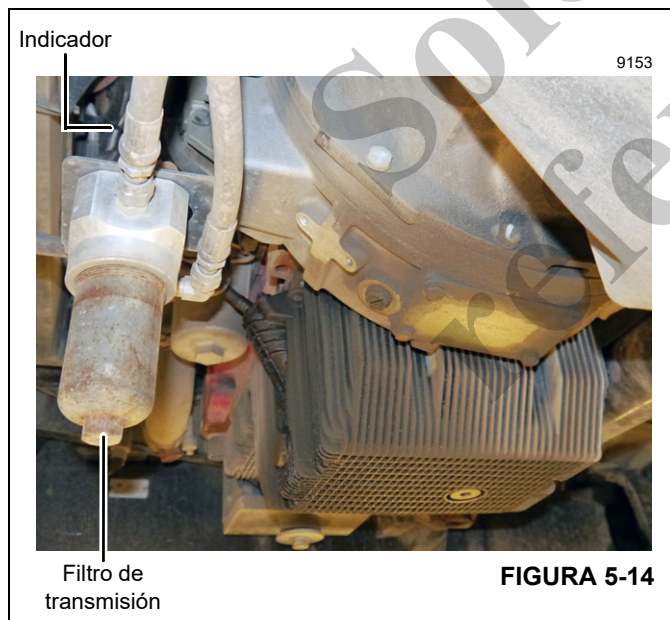

FIGURA 5-14
2. Ubique el filtro de transmisión en el lado derecho del motor (Figura 5-14).
Con el motor funcionando:, revise el indicador (Figura 5-14) en el filtro de transmisión. Cambie el elemento del filtro cuando el indicador de servicio esté en la zona roja.